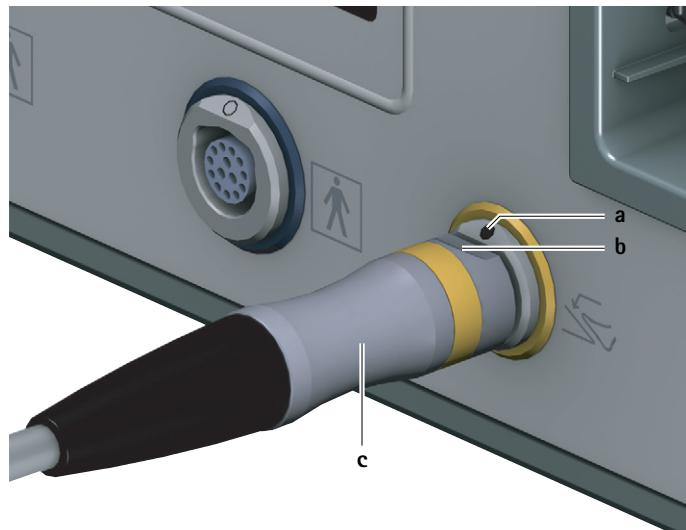

Abb. 2 Fußsteuerung anschließen
- ▶ Stecker der Fußsteuerung **c** so ausrichten, dass die Markierung **b** auf dem Stecker mit der Markierung **a** auf der Anschlussbuchse Fußsteuerung **6** übereinstimmt, siehe Abb. 2.
- Stecker der Fußsteuerung **c** aus Anschlussbuchse Fußsteuerung **6** ziehen, siehe Abb. 2.